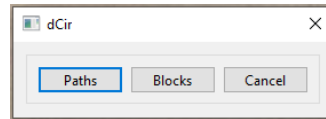

Fig.5: creación de caminos
- a) Clicar el botón derecho sobre la ventana del circuito. Aparece la fig.5.